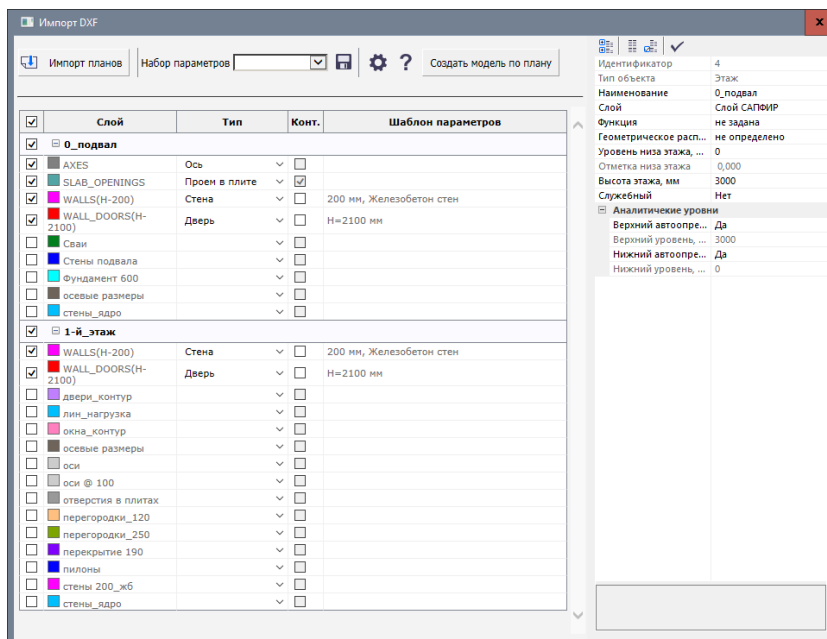

Рис.14.21. Диалоговое окно **Импорт DXF**
- В открывшемся диалоговом окне **Импорт поэтажных планов** выберите файлы **0_подвал.dxf** и **1-й_этаж.dxf** (удерживая нажатой клавишу **Shift**) и щелкните кнопку **Открыть**. Планы загрузятся в модель и станет доступным диалог назначения параметров **Импорт dxf** (рис.14.21).